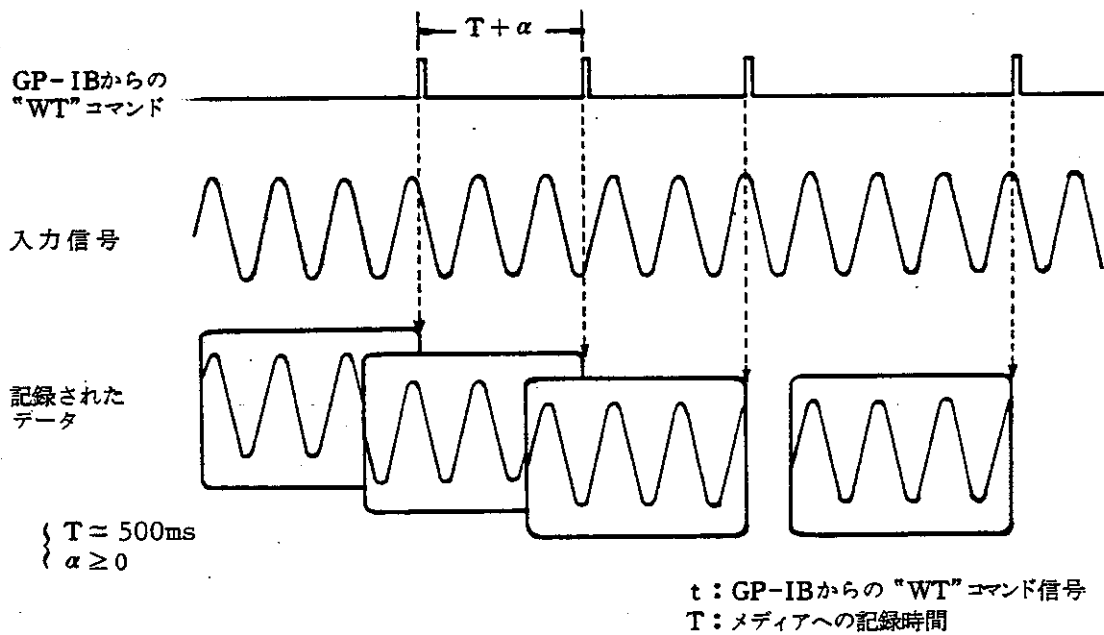

図 8-29 "SYSTEM"モードにおける記録のタイミング
この **"WT"**コマンドと記録されるデータのタイミングを〔図 8-29〕に示します。**"WT"**コマンドが発生されますと、入力波形記録時間 (フレーム・タイム) に関係なくデータを取込みます。**"WT"**コマンドの間隔 (t) が、メディアへの記録時間 (T) より大きければデータは取込まれ、小さければ無視されます。